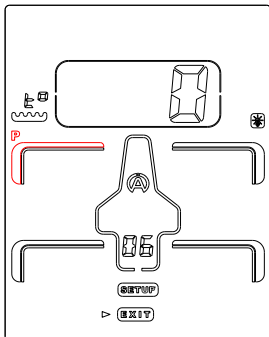

Figura 17
- 2) La prima icona « P » (pressione) sul pneumatico anteriore sinistro appare per primo lampeggiando (*figura 17*).